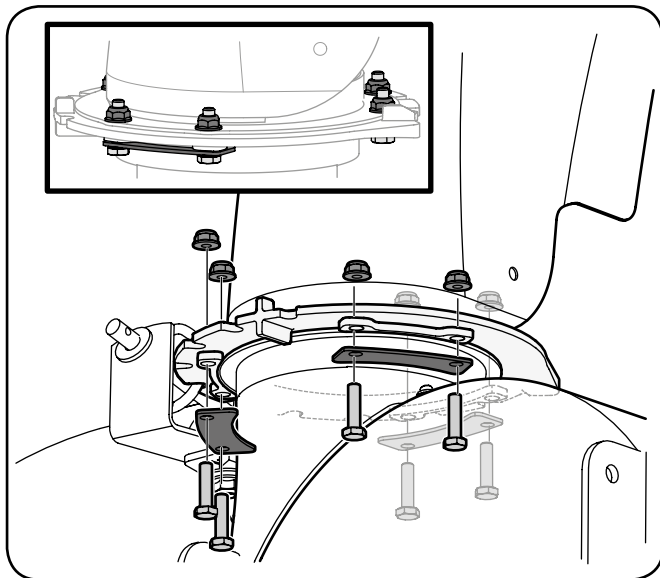

Рисунок 3-18
- Используя два ключа на 7/16» (11 мм), притяните желоб к кольцу с помощью трех фланцедержателей и шести винтов с шестигранной головкой с фланцевыми гайками, как показано на рис. 3-18.